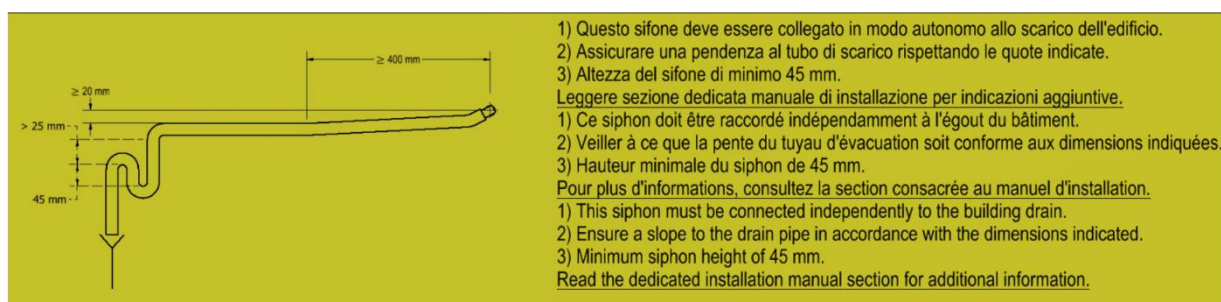

FIG.3
- Esempio di targhetta posizionata in corrispondenza di ciascun raccordo di scarico, fig.3.